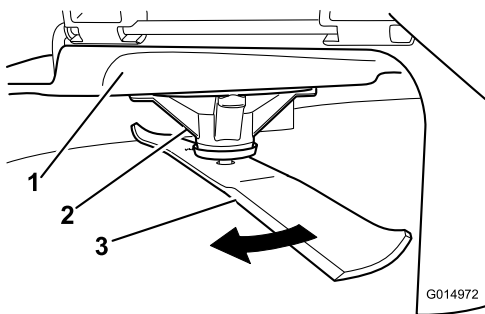

Figura 63
2. Purtați mâinile cu protecție corespunzătoare sau alte protecții adecvate pentru mâini și roțile încet lama într-o poziție care vă permite să măsurați distanța dintre marginea de tăiere și suprafața uniformă pe care se află mâna (Figura 63).